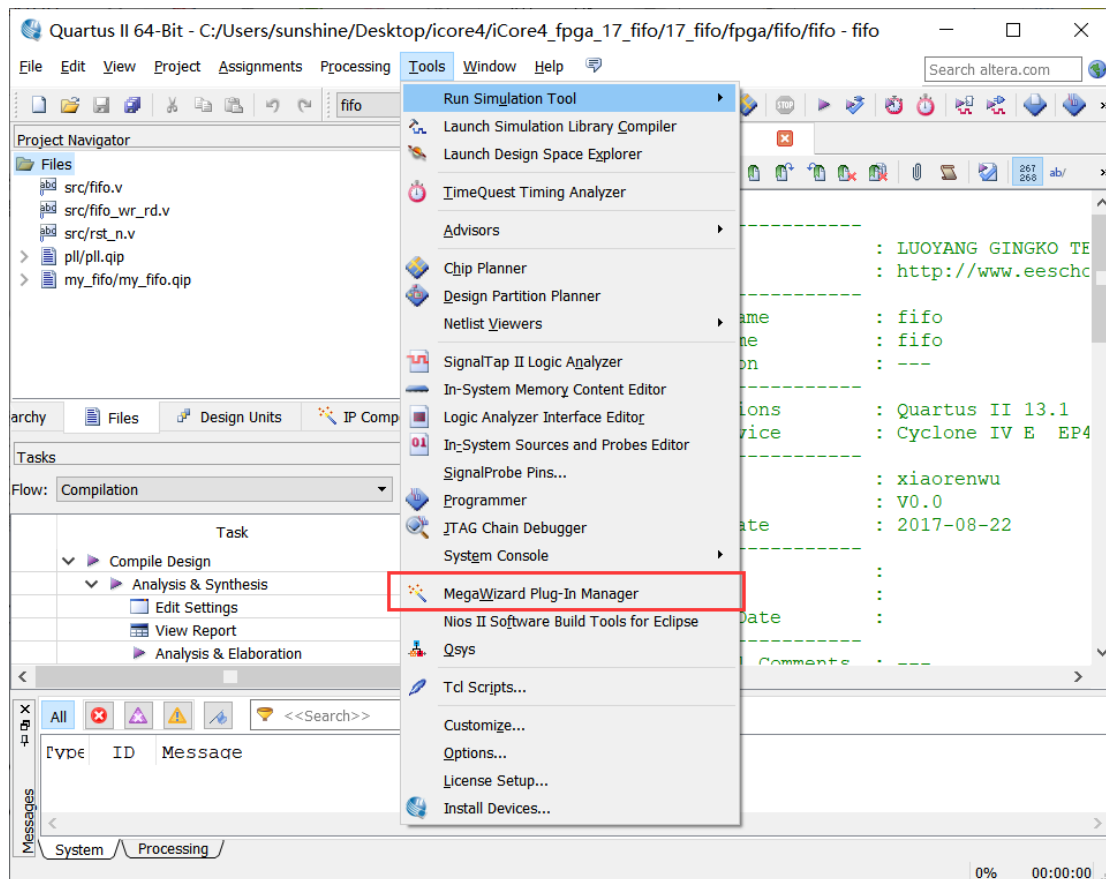

图 17-3
1、然后点击 Tool ->Megawizard Plug-In Manager, 如图 17-3 所示。